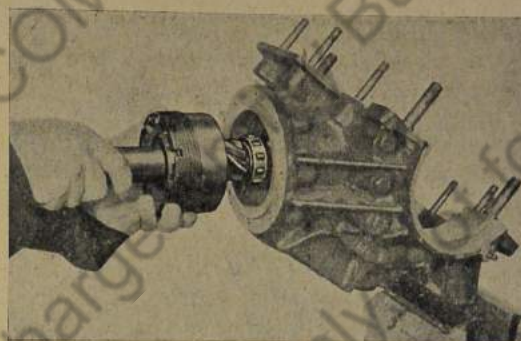

Bild 647: Antriebskegelrad-Zusammenbau in das Gehäuse einsetzen
1. Antriebskegelrad-Zusammenbau in das Gehäuse einführen. Einstellbuchse und Zylinderrollenlager mit Öl einsetzen (Bild 647).